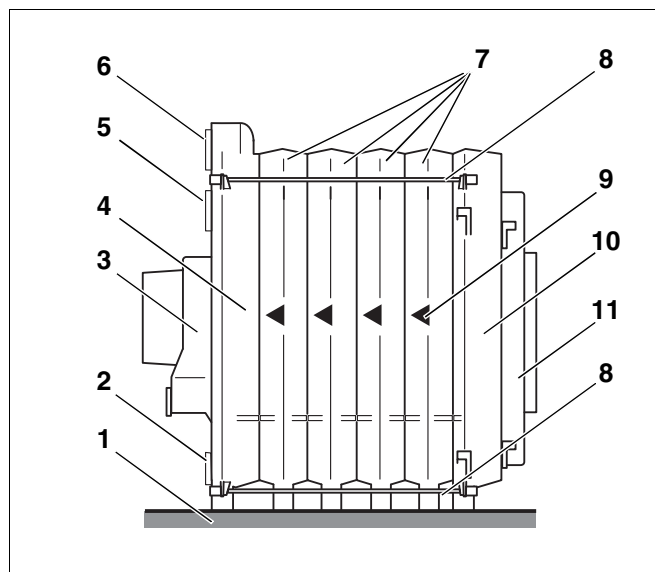

Fig. 5 Kjelblokk
Ved montering av kjelblokken skal man alltid starte bakfra og arbeide seg fremover, med bakelementet som første del (fig. 5, **pos. 4**). Forelementet (fig. 5, **pos. 10**) er alltid det siste elementet som monteres.
Under sammenbyggingen skal det tas hensyn til innbyggingsretningspilene (fig. 5, **pos. 9**) og anvisningene og figurene nedenfor skal følges!
Forklaring (fig. 5):